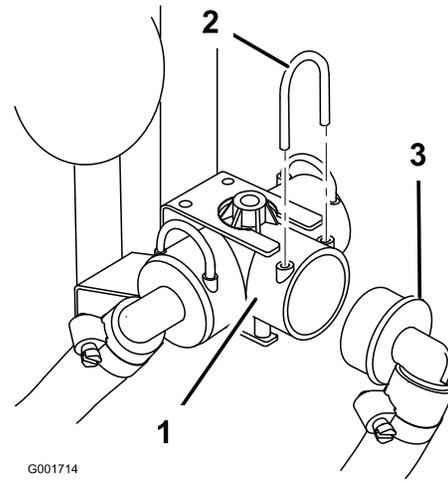

Figura 7
1. Localize o conjunto de válvulas no lado direito do depósito e retire a forquilha de retenção para desligar o tubo de alimentação da rampa a partir do T de alimentação (Figura 7).